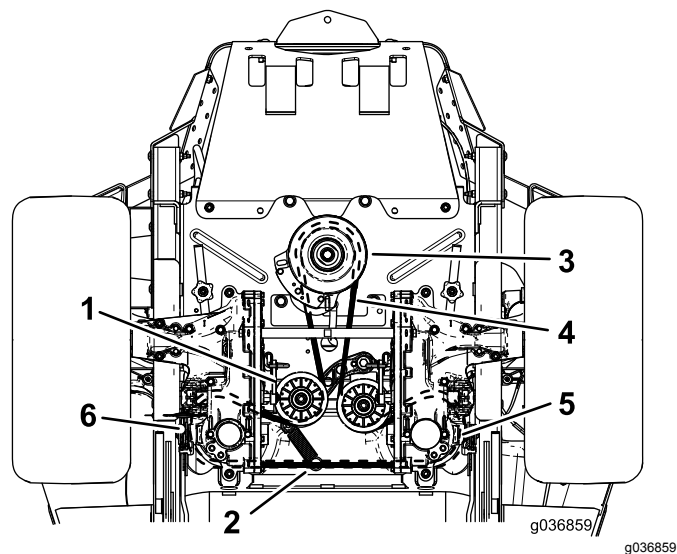

Bild 68
4. Heben Sie die Maschine an und stützen Sie sie mit Stützböcken ab (Bild 68).
6. Entfernen Sie die Spannscheibenfeder von der Strebe (Bild 68).
8. Verlegen Sie den neuen Riemen um die Motorriemenscheibe und um die zwei Riemenscheiben der Hydraulikpumpe (Bild 68).